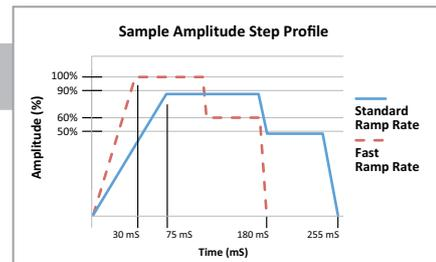

Abbildung 1
- Digitale Amplitudensteuerung** – Die Schweißgeneratoren DCX A und F ermöglichen die digitale Regelung der Amplitude über die LCD-Benutzeroberfläche, das Global User Interface von Branson oder ein externes Gerät des Benutzers. Die Amplitude kann direkt beim Schweißen angepasst werden, um die Schweißenergie zu erhöhen, die Schweißzeit zu verkürzen und den Durchsatz zu steigern (Abb. 1).